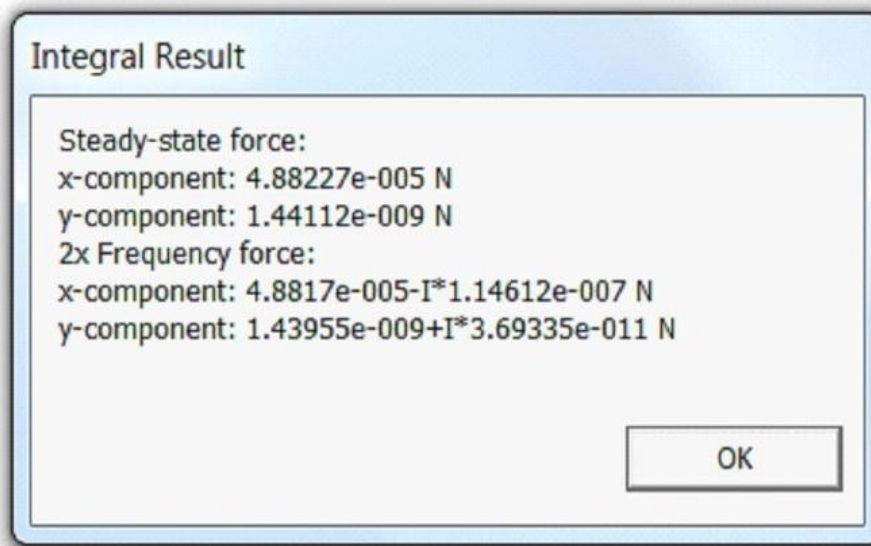

Рисунок 1.26
14. *Force via Weighted Stress Tensor*. Определяет силы, действующие на объект в соответствии с тензором Максвелла. Причем путь интегрирования программа FEMM выбирает сама для получения наилучшего результата. Программа вычисляет интеграл по контуру, охватывающему объект со стороны окружающего воздуха, решая дополнительно уравнение Лапласа. Если окружающая среда не воздух, интеграл не будет вычислен. Как альтернативный вариант в этом случае можно использовать контурный интеграл с учетом положительного направления обхода. В случае решения гармонической задачи окно будет иметь вид (рисунок 1.26), показанный ниже, где будут указаны постоянные значения силы и гармонические составляющие двойной частоты.